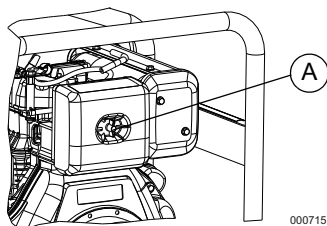

Figure 4-4. Assemblage du filtre à air
1. Voir la Figure 4-4. Tournez le bouton (A), puis retirez le couvercle du filtre à air.